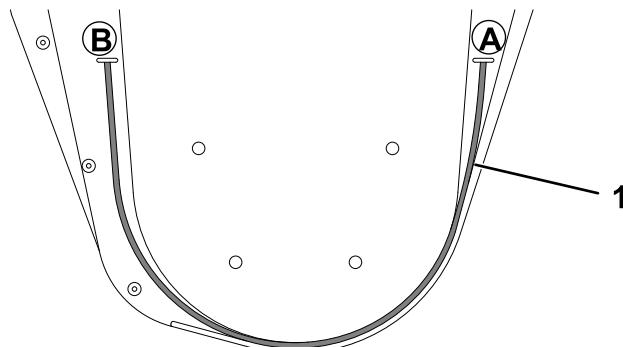

Figura 24
2. Corte el hilo de corte nuevo a una longitud de 55 cm (21½") o use la guía de longitud (Figura 24) como se indica a continuación: